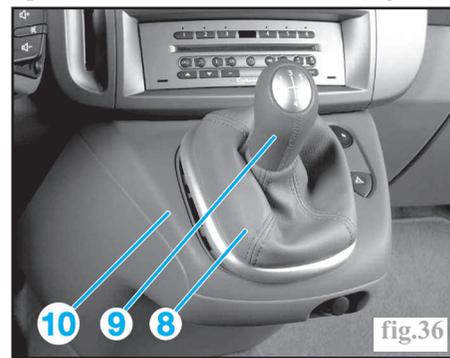

fig.36
- Dégrafer le soufflet (8) de pommeau de levier de vitesses (9) puis tirer sur ce dernier pour déposer l'ensemble soufflet / pommeau de levier de vitesses (fig.36).